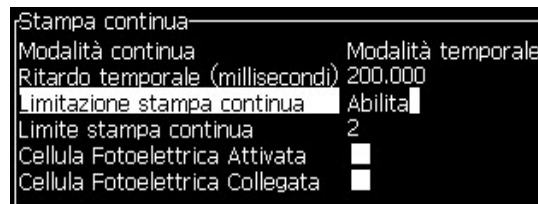

Figura 4-26: Finestra di dialogo *Continuous Print* (stampa continua)
- 1 Selezionare *Continuous Print (Stampa continua)* dal menu *Print (Stampa)*. A questo punto, appare la finestra di dialogo *Continuous Print* (vedi Figura 4-26).